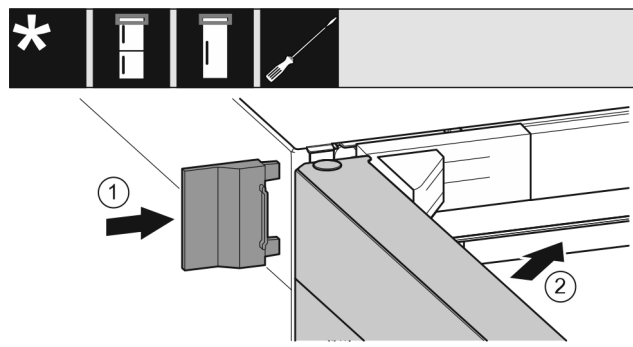

Fig. 27
- ▶ Äußere Abdeckung Fig. 27 (1) aufschieben.
- ▶ Obere Tür Fig. 27 (2) schließen.